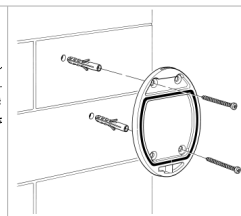

Fig. 3
- Quite el fondo del selector digital y fíjelo a la pared con los tornillos Fig.3